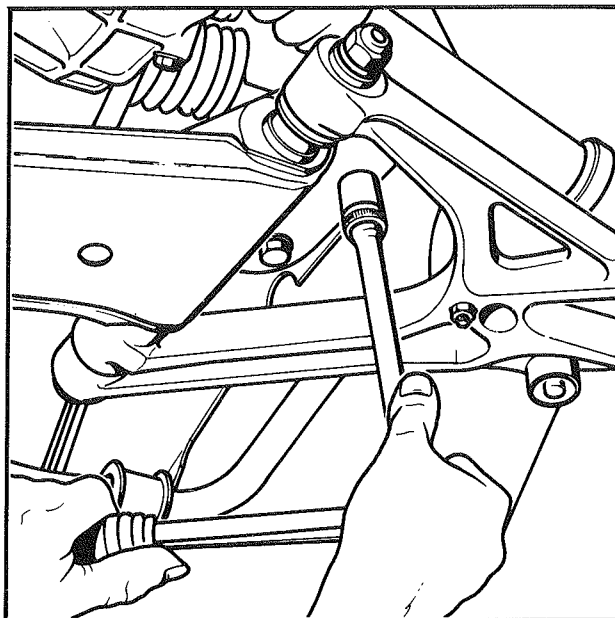

Fig. 5
- Déposer les vis de fixation de la traverse sur longerons (Fig. 5).